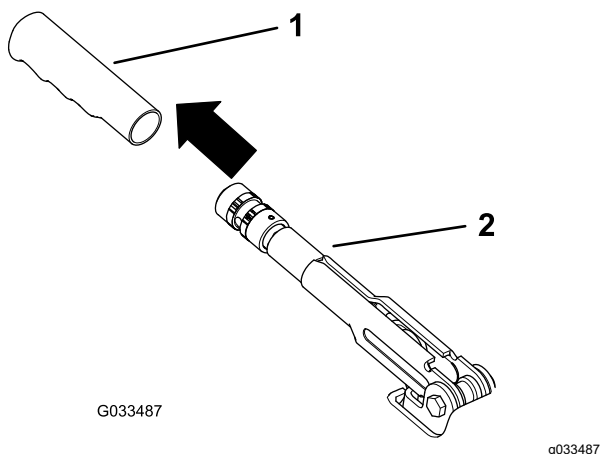

Figura 58
1. Scoateți capul de prindere din cauciuc de pe maneta frânei de parcare (Figura 58).
5. Montați capul de prindere la maneta frânei de parcare (Figura 58).